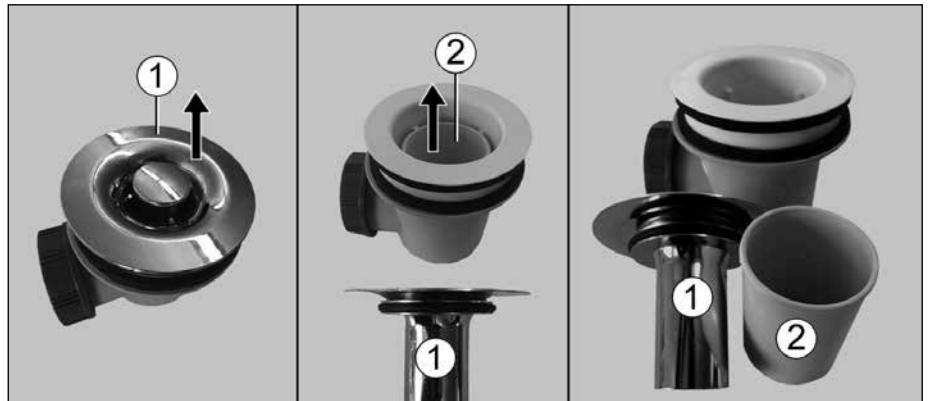

Fig. 104 Siphon (siphon, douche), variante avec parement chromé
Pour éviter des mauvaises odeurs émanant de l'installation des eaux usées, le camping-car est équipé de siphons (Fig. 103) et (Fig. 104).
1. Tirer le bouchon d'admission enfiché (Fig. 104, pos. 1) vers le haut et l'enlever.
2. Tirer le gobelet enfiché (Fig. 104, pos. 2) vers le haut et l'enlever.